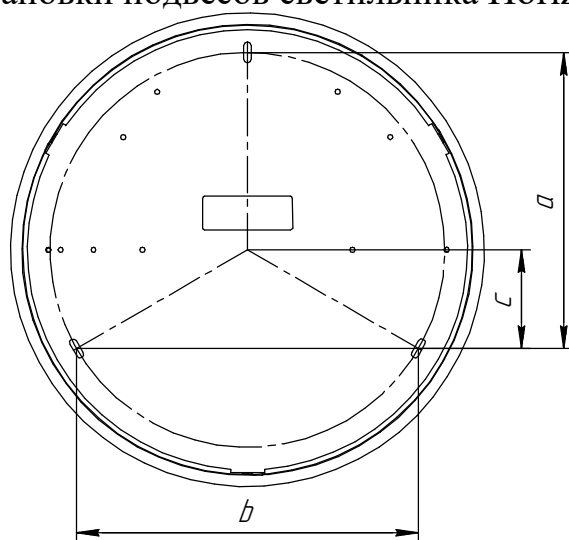

Рисунок 3.2 - Схема нанесения разметки для установки отсека светильника Horizon Sun
5.3 Разметьте места крепления отсека источника питания согласно схеме на рис. 3.2.